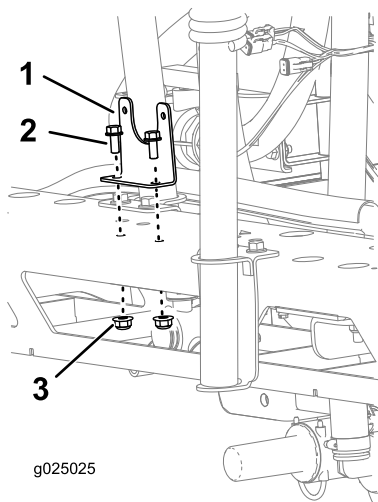

Figura 1
2. Sujete el soporte al bastidor con los 2 pernos (5/16" x ¾") y 2 contratuercas (5/16"), según se muestra en Figura 1.